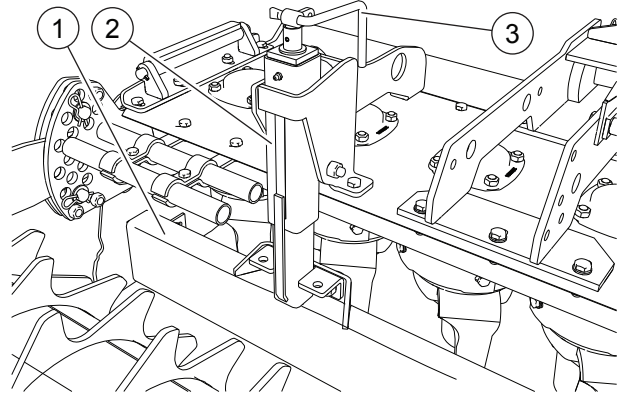

FIG. 33
Die Kreiselegge ist zur Ebnung oder Lockerung des Erdbodens mit einem Nivellierbalken ausgestattet (1, "Fig. 33"),
der hinter den Zähnen montiert ist und dessen Höhe sich durch Kurbelschrauben verstellen lässt (2, "Fig. 33"). Es ist ratsam, die Arbeit mit der Planierschiene in hoher Position zu beginnen. Darauf die Position der Schiene regulieren, indem man die Kurbel (3) bis zur gewünschten Position dreht. Während der Einstellung diesen so genau wie möglich auf gleicher Höhe zum Erdboden halten.